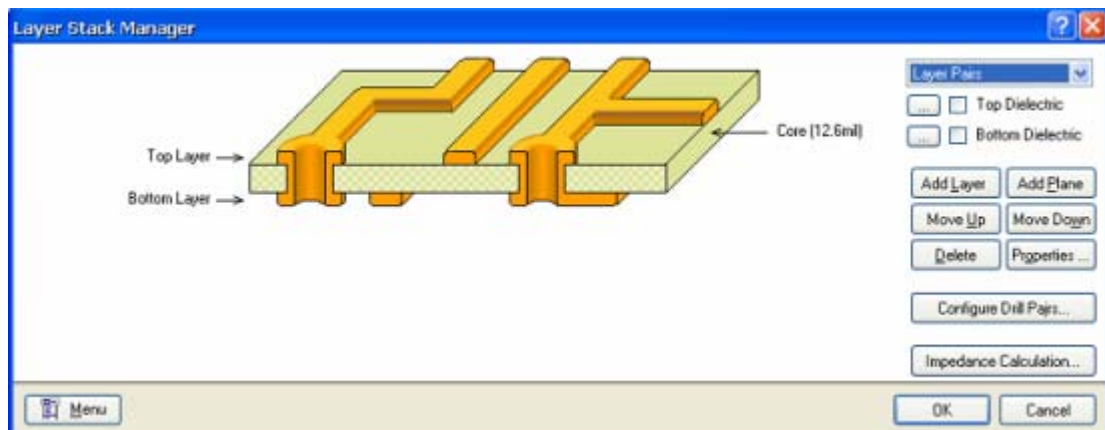

图 6-18 层堆栈管理
1、选择 **Design>>Layer Stack Manager** [快捷键: D, K]，显示层堆栈管理对话框，如图 6-18 所示。